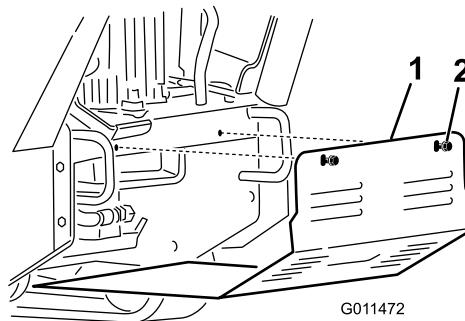

Figura 23
3. Desaperte os 2 parafusos que fixam o resguardo inferior sequencialmente, até o resguardo ficar livre (Figura 23).
máquina de modo a assentar nas 4 patilhas e fixe-o com os 2 parafusos que desapertou anteriormente (Figura 23).